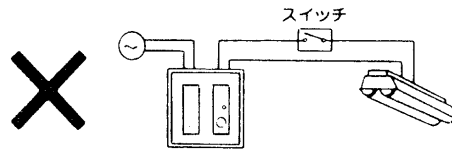

図11
- この器具の負荷側にスイッチや開閉器などを接続し負荷を点滅するのはおやめください。全光スタート機能が働かず、寿命が短くなるばかりか点灯しない場合があります。(図11)